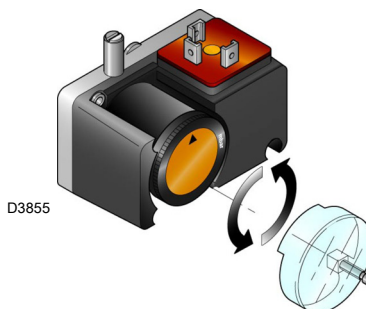

图 30
- 调节最小燃气压力开关 (图 30) 到量程的起始位置。
上述调整结束后，开始调节最小燃气压力开关，此时开关位置应置于量程开始位置（图 30）。